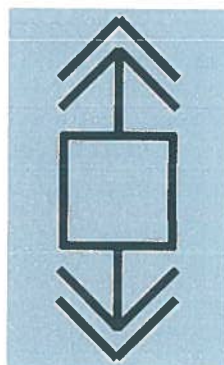

Fig. 7.24
- Prezență tensiune pe ambii poli ai întreruptorului (fig. 7.24);